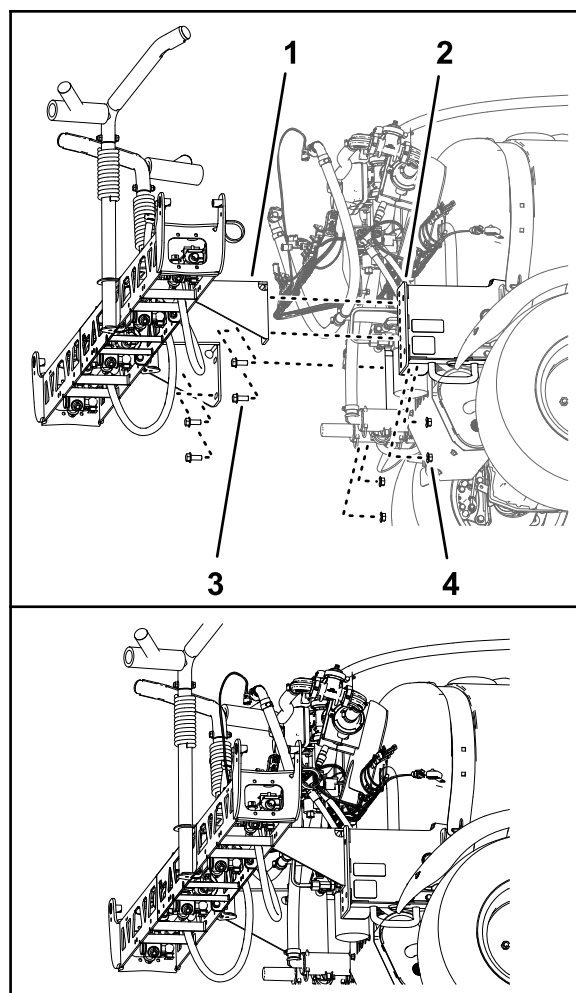

図 95
1. 所定の能力のある吊り上げ装置を使ってセンターブームを吊り上げ、サポートブラケットについているブーム用の穴(図 95)を、車両のフレームの取り付けプレート(穴ステップ3)センターブームを取り外す(ページ 25)で探しておいたものに合わせる。
2. センターブームを取り付け用チャンネル部材に組み付ける 図 95 ステップ 4 センターブームを取り外す (ページ 25) で取り外したフランジヘッドボルト  $\frac{1}{2}$  x  $1\frac{1}{4}$ " 4本とフランジロックナット  $\frac{1}{2}$ " 4個を使用する。